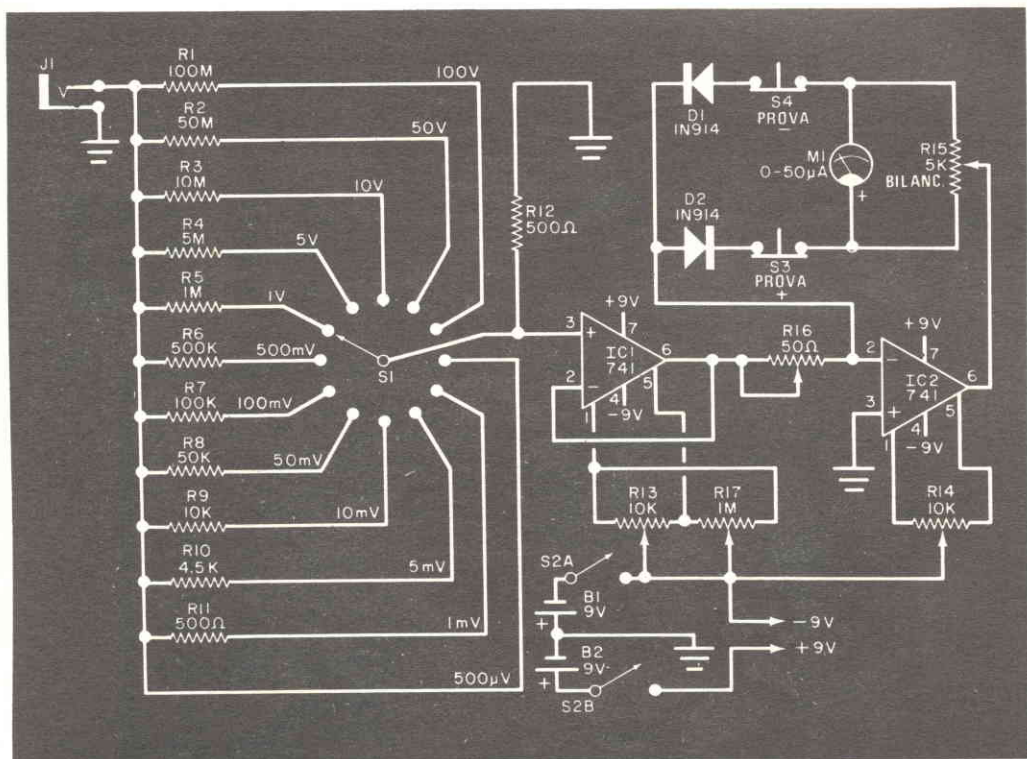

Fig. 1 - IC2 forma un raddrizzatore lineare per lo strumento, mentre IC1 è un ripetitore di tensione che serve a conferire un'alta impedenza d'entrata.
**Come funziona** - Come si vede nella *fig. 1*, l'amplificatore operazionale IC1 viene usato come ripetitore di tensione e IC2 serve come raddrizzatore lineare. Qualsiasi tensione applicata all'entrata (-) di IC2 viene moltiplicata dal guadagno dell'amplificatore